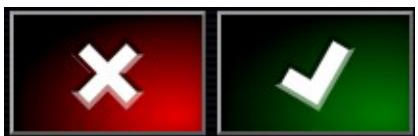

Figura 13
Premete l'icône di annullamento per annullare un'azione o l'icône di conferma per l'immissione o la selezione. Dovete selezionare 1 di queste icônes per proseguire da qualsiasi schermata che le visualizzi (Figura 13).
- Confermate il nuovo display (Figura 13).